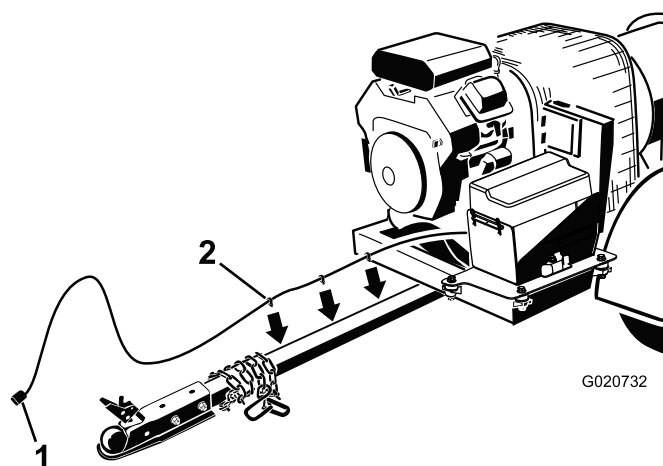

Рисунок 5
3. Проложите жгут проводов вдоль правой стороны трубы сцепного устройства (Рисунок 5).
4. Вставьте хомуты жгута проводов в отверстия на боковой стороне трубы сцепного устройства для фиксации жгута проводов (Рисунок 5).